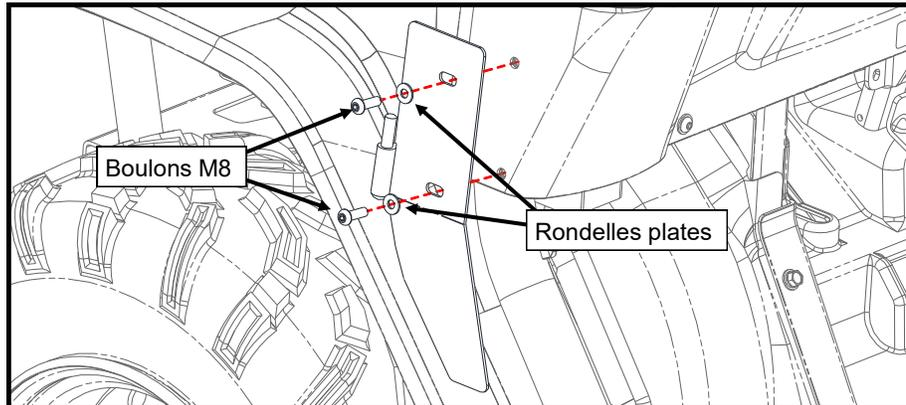

Figure 15.1 : Fixation des charnières inférieures des portes avant (côté conducteur illustré)
- 15.1 Retirer les deux bouchons de chaque côté du tableau de bord, juste derrière les ailes avant (voir Figure 15.1).